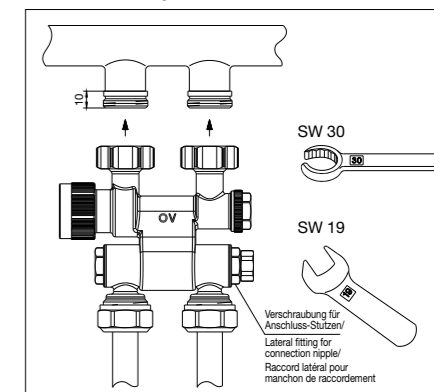

Bild 3 / Illustr. 3 / Fig. 3
2. Visser le «Multiblock TF» (Fig. 3) sur le radiateur (couple 20 – 30 Nm). Le sens de circulation n'a aucune importance. La position aller et retour dépend du radiateur. Les instructions correspondantes au radiateur sont à respecter!
Attention: Après l'alignement des manchons de raccordement, ceux-ci sont à serrer solidement à l'aide des raccords (Fig. 3) latéraux (clé de 19)!
2. Den „Multiblock TF“ (Bild 3) an den Heizkörper schrauben (Drehmoment 20 – 30 Nm). Die Durchströmungsrichtung durch den „Multiblock TF“ ist beliebig. Die Position von Vor- und Rücklaufanschluss ist vom Heizkörpertyp abhängig. Entsprechende Produktbeschreibung beachten!
Achtung: Nach dem Ausrichten der Anschluss-Stutzen diese mit den seitlichen Verschraubungen (Bild 3) fest anziehen (SW 19)!